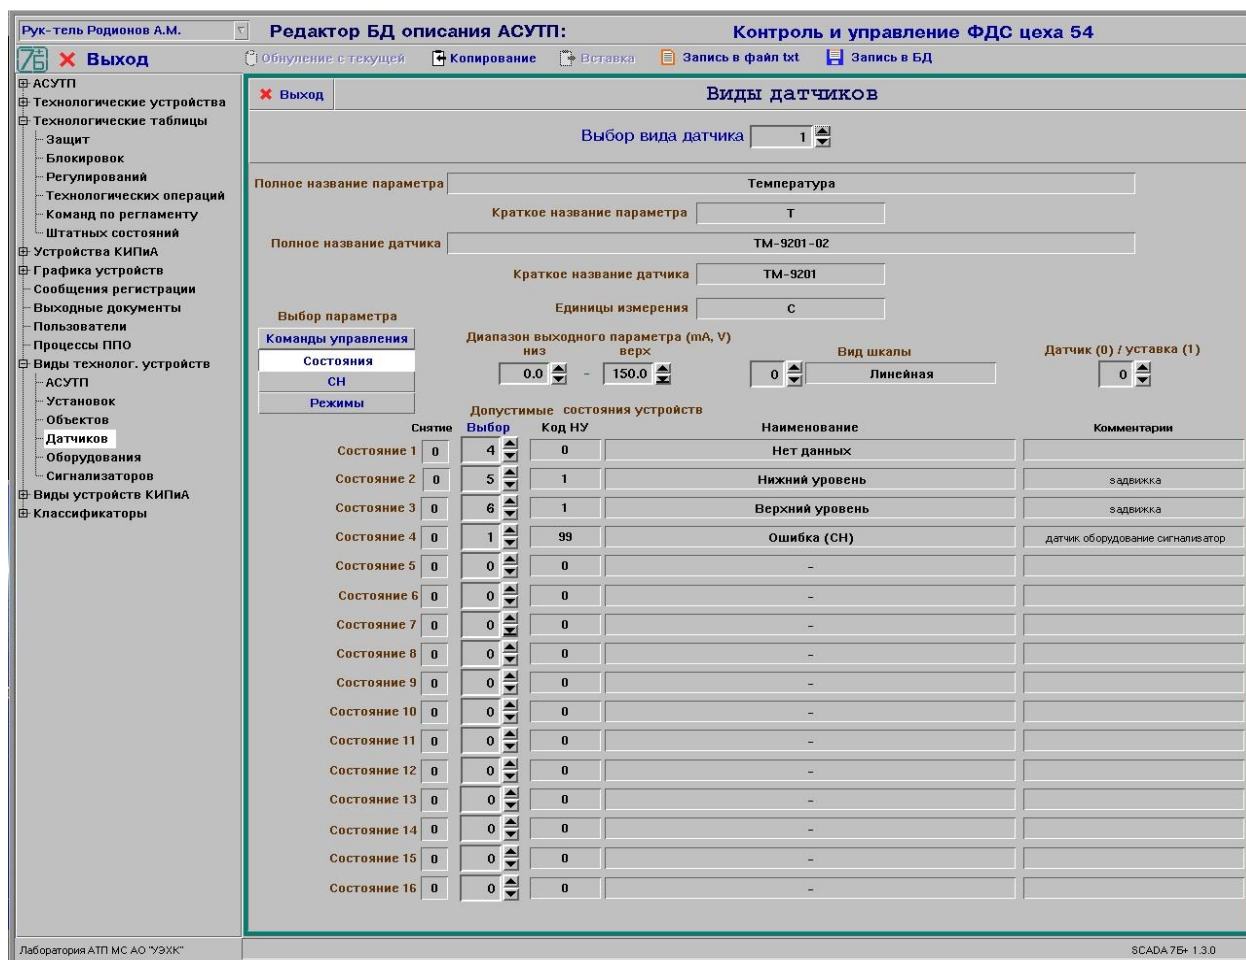

Рисунок 35 - Окно редактирования видов датчиков
8.21.6 В окне редактирования параметров видов датчиков (см. рис. 35) дополнительно отображаются следующие параметры элемента, записанные в БД, и которые может откорректировать пользователь:
- признак датчика (0) или уставки регулирования (1).